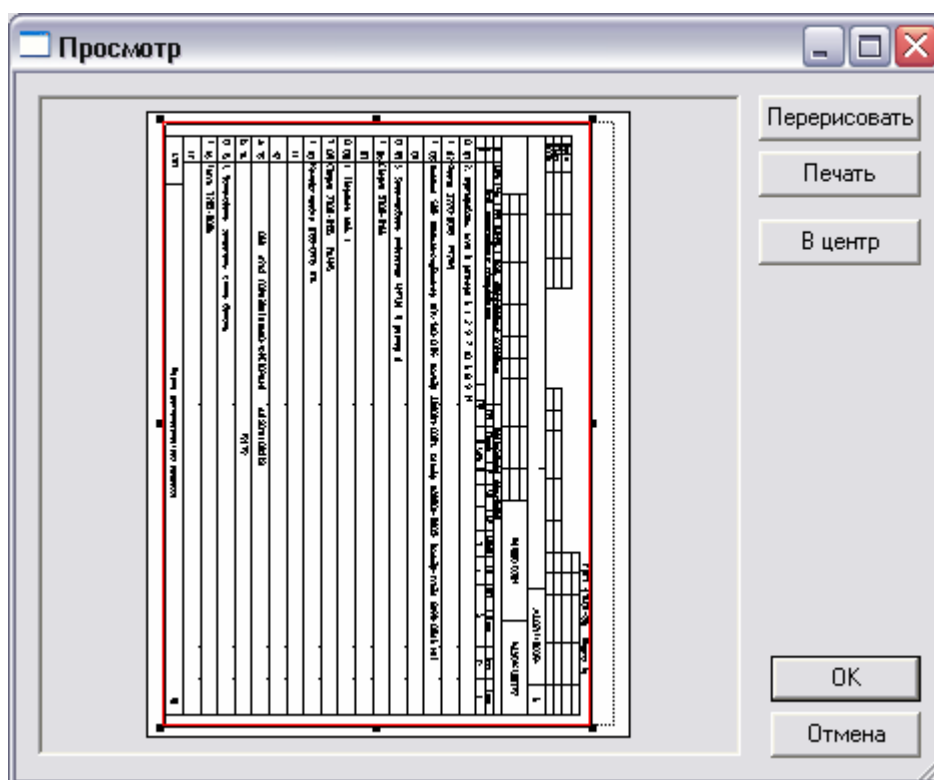

Рис. 107. Окно «Предварительный просмотр».
**ADEM** предоставляет возможность предварительного просмотра сформированной документации перед печатью. Предварительный просмотр позволяет увидеть, как будет выглядеть напечатанный текущий лист (см. Рис. 107).